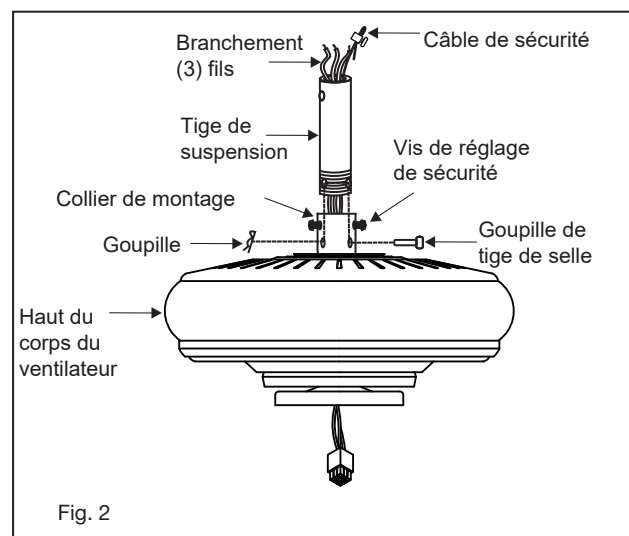

Fig. 2
- 5 Placez le crochet en S sur le support de suspension. Accrochez l'auvent (avec le boîtier du moteur du ventilateur fixé) au crochet en S sur le support de suspension en utilisant l'un des trous sur le bord de l'auvent (Fig.2). Cela vous permettra de faire les connexions électriques sans avoir à tenir le ventilateur également.
- 3 Desserrez les deux vis de sécurité et retirez la goupille de la tige de suspension et le clip de retenue de l'accouplement sur le dessus de l'ensemble moteur. (Fig.2)
- 3 Fixez l'ensemble de lame au moteur avec les vis fournies et les rondelles de blocage. Répétez la procédure pour les lames restantes (Fig. 2). Assurez-vous que les vis sont **SERRÉES!** Des vis de moteur desserrées peuvent contribuer à un ronflement inutile pendant le fonctionnement.
- 3 Tout en maintenant l'assemblage du kit d'éclairage sous votre ventilateur, enclenchez les fiches de connexion des fils. (Fig.2)
- 5 Installez des ampoules LED de 4 watts (incluses). (Fig.2) Retirez l'écrou décoratif, le capuchon en verre et l'écrou en métal du kit d'éclairage. Placez l'abat-jour en verre sur la tige du kit d'éclairage, fixez-le avec l'écrou métallique, le capuchon en verre et l'écrou décoratif. Ne pas trop serrer.
- 6 Insérez la chaîne de traction du ventilateur à travers l'œillet dans le kit d'éclairage, l'abat-jour et le capuchon en verre. Insérez également la chaîne de traction du kit d'éclairage à travers le store et l'écrou. (Fig.2) Mettez l'appareil sous tension. Votre ventilateur de plafond Regency est maintenant prêt à profiter!
- 7 Un flux d'air VERS LE HAUT déplace l'air plus chaud de la zone du plafond comme illustré à la figure 2. Cela vous permet de régler votre unité de chauffage sur un réglage plus frais sans affecter votre confort.